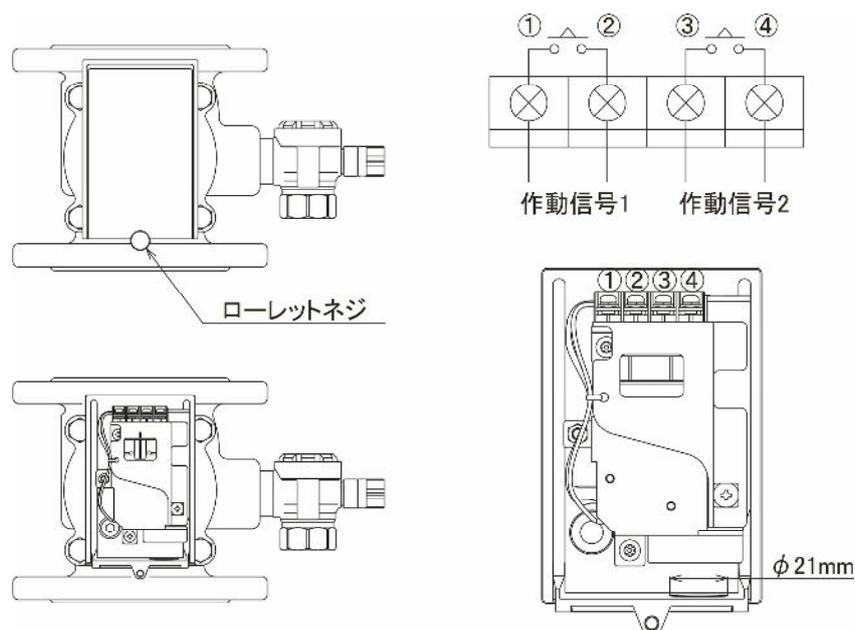

図11
接点容量は下表のとおりです。この範囲内でご使用ください。2a接点仕様ですので、結線は下図11に示す端子番号①-②、または③-④に接続してください。